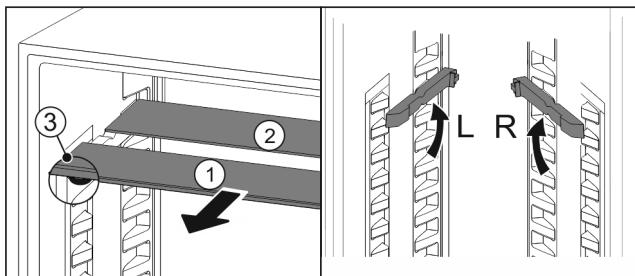

Fig. 81
- ▷ Glasplatten einzeln nach vorne herausziehen Fig. 81 (1).
- ▷ Glasplatte Fig. 81 (1) mit Zierleiste liegt vorne.
- ▷ Stopps Fig. 81 (3) zeigen nach unten.